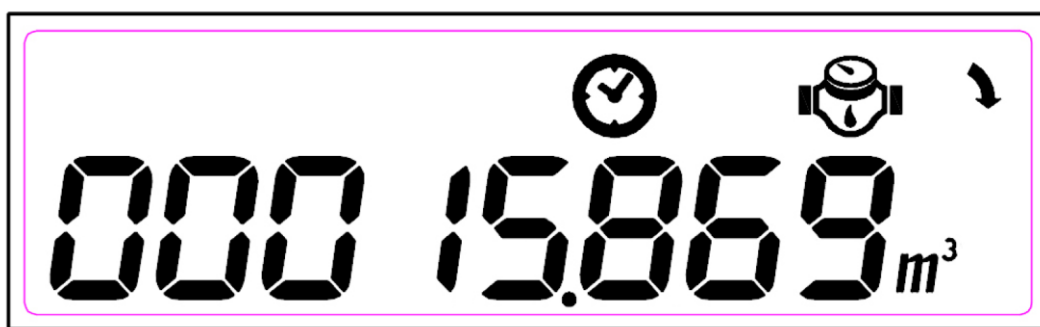

Рисунок 11
2.3.10 Мгновенный расход воды показывает объём воды, прошедший через счетчик за предыдущую минуту. При этом индицируемое значение соответствует скорости потока воды через счетчик в кубометрах в минуту (рисунок 11).